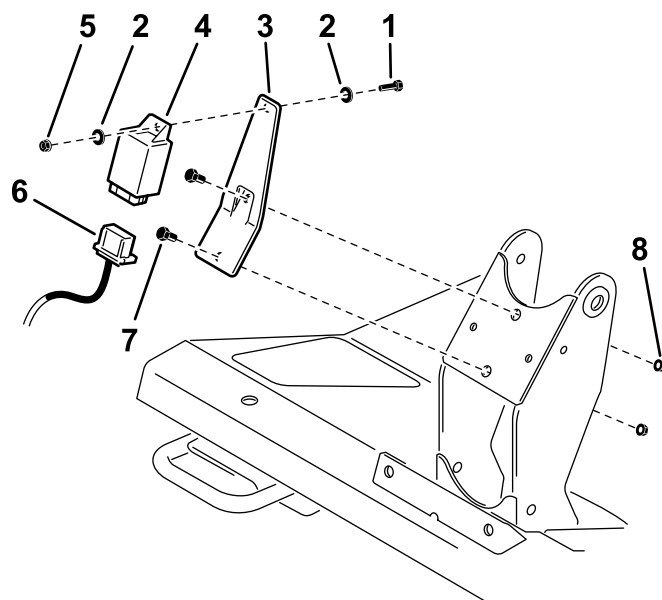

Figura 2
2. Fissate il supporto del lampeggiatore sul piantone dello sterzo (Figura 2) con 2 viti ($\frac{1}{4}$ " x $\frac{5}{8}$ ") e dadi flangiati ($\frac{1}{4}$ ").
3. Fissate il modulo del lampeggiatore sul supporto (Figura 2) con una vite macchina (n. 10 x $\frac{5}{8}$ "), 2 rondelle piane ($\frac{3}{16}$ " x $\frac{1}{2}$ ") e un dado di bloccaggio (n. 10).
5. Inserite i connettori dal cablaggio preassemblato della piattaforma ai connettori di modulo del lampeggiatore, interruttori luci di emergenza e indicatori di direzione (Figura 2).